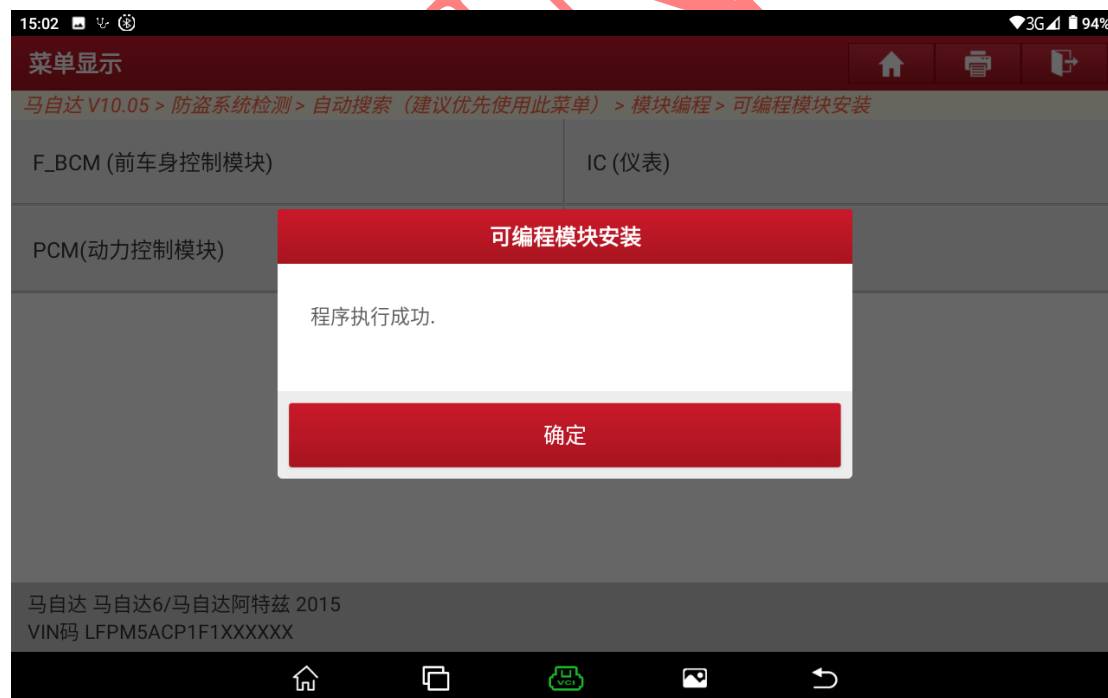

图 B19
15. 点火开关打打到开, 写入数据。功能执行成功 (图 B19)